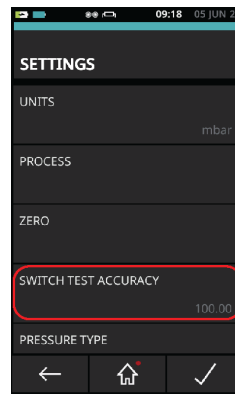

Figura 4-2: Configuração da precisão do teste do interruptor
Se for necessário um valor de precisão diferente, toque no ícone **SETTINGS (Configurações)** para exibir a tela **SETTINGS (Configurações)** que tem a função **SWITCH TEST ACCURACY (Precisão do teste do interruptor)** (consulte a Figura 4-2 na página 31).
8. Toque no ícone **RAMP DOWN**  para diminuir a pressão no PV624. Consulte a Figura 4-2 na página 31 para obter a precisão definida (medida em bar).